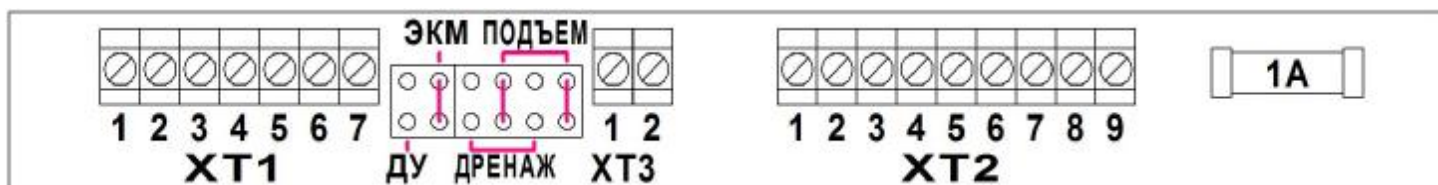

Рис. 1. Расположение джамперов и соединительных клемм УУВ «Напор-3.3».
- 4) в режиме водоподъема (джамперы JP2 установлены в положение «ПОДЪЁМ», рис. 1) в зависимости от уровня жидкости в накопительном резервуаре формирует сигнал, который коммутирует ключ S1 по следующему алгоритму:
- 5) в режиме дренажа (джамперы JP2 установлены в положение «ДРЕНАЖ», рис. 1) в зависимости от уровня жидкости в накопительном резервуаре формирует сигнал, который коммутирует ключ S1 по следующему алгоритму:
- 3.9. Адаптация УУВ к совместной работе с ЭКМ или электродными датчиками уровня осуществляется путем установки в соответствующее положение джампера JP1 «ЭКМ-ДУ», расположенных под крышкой клеммной колодки (рис.1).
- 3.10. Выбор режима работы (водоподъем или дренаж) УУВ осуществляется путем установки в соответствующее положение джамперов JP2 «ПОДЪЁМ-ДРЕНАЖ», расположенных под крышкой клеммной колодки (рис.1).